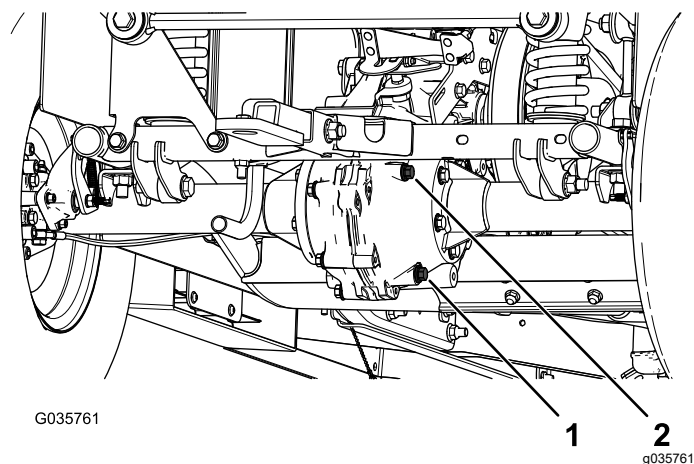

图 56
4. 卸下驱动桥上的加注塞 图 56。
5. 如果液位过低应卸下加注塞添加指定液体直至其溢出加注孔 图 56。
1. 对齐排放塞下的排放盘图 56。
2. 取下加注塞和密封件图 56。
3. 拔掉排放塞和密封件让液体完全排出图 56。